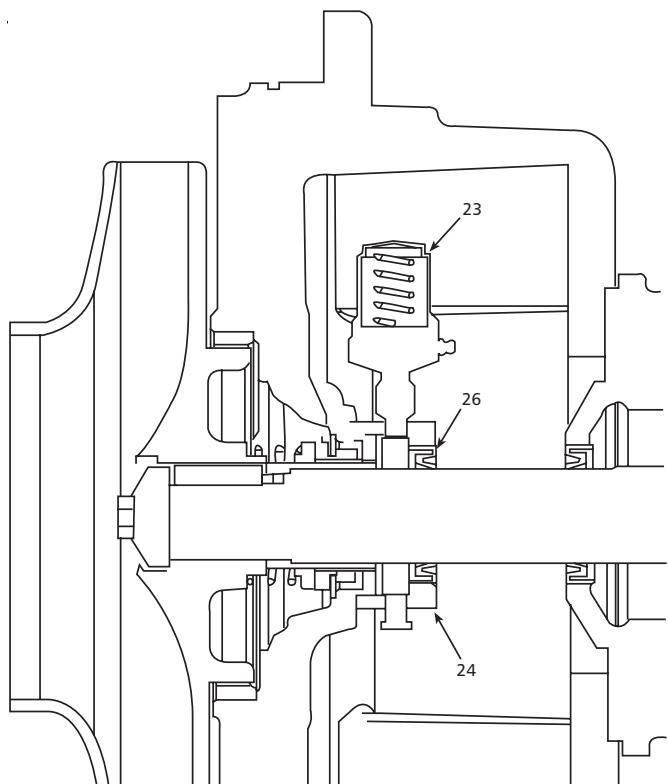

Figura 15
3. Para las aplicaciones de alimentación con aceitador, el casquillo para grasa se instala con la marca "O" en la posición de las 12:00. Las dos conexiones NPT de $\frac{1}{8}$ pulg. sobre el casquillo para grasa estarán situadas sobre la horizontal, lo cual asegurará el funcionamiento apropiado del aceitador. El sello de reborde (26) debe montarse en la dirección inversa u opuesta, tal como se muestra en la Figura 15.
5. El alimentador de grasa (23) incluirá tres resortes (azul, rojo y plateado). El uso de resortes diferentes variará dependiendo de la temperatura de operación y del lubricante (grasa) a utilizarse.